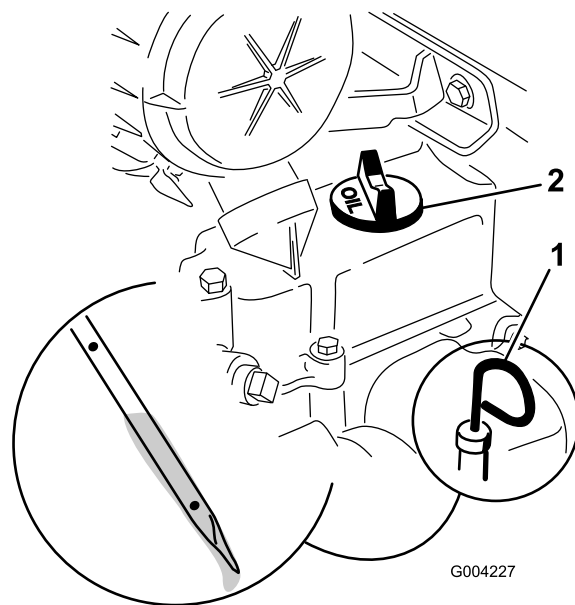

Рисунок 17
4. Очистите область вокруг отверстия для измерительного шупа (Рисунок 17).
5. Вытяните масломерный шуп и вытрите металлический конец насухо (Рисунок 17).
6. Вставьте шуп в масломерную трубку до упора (Рисунок 17).
8. Если уровень масла слишком низкий (ниже отверстия в нижней части), очистите зону вокруг крышки маслозаливной горловины и снимите крышку (Рисунок 17).